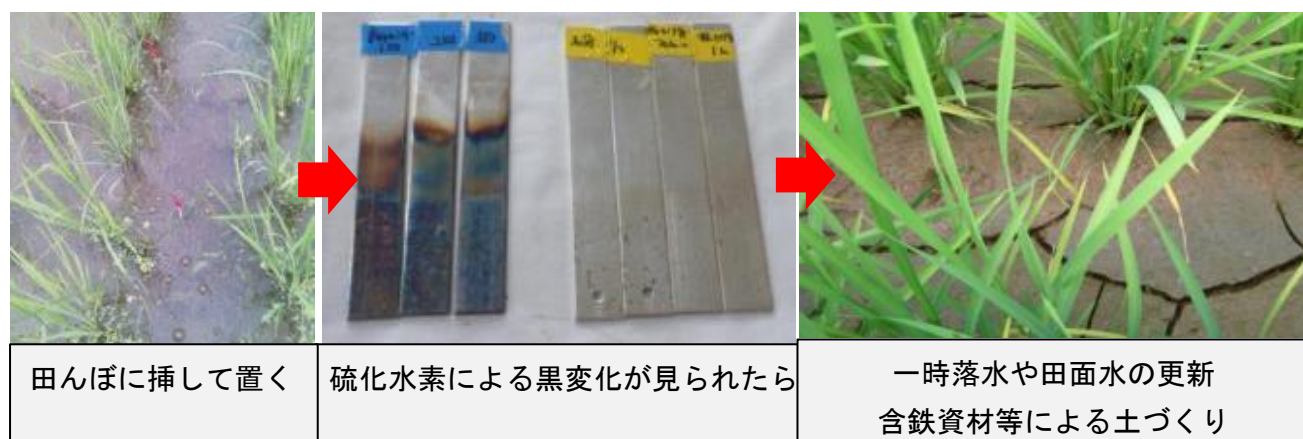

図 14 水田に設置した「硫化水素検出装置」とレンゲ栽培田での着色状況と対策方法
(4) 7 日目の測定後の土壤に挿入して一晩で硫化水素の発生を予測する(図 14)